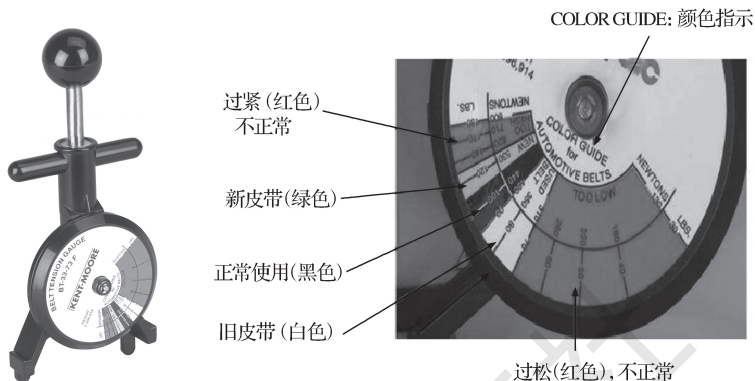

图 2-23 张力计的外形和刻度盘说明
- c. 读取刻度表上的张力数值，确认张力是否正常，如图 2-23 所示。若张力不足，更换张紧器或调整传动带。